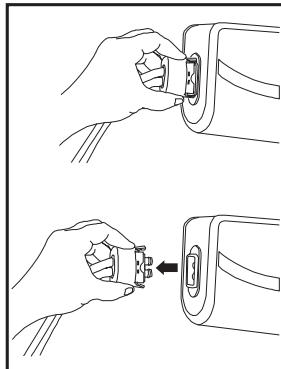

Abbildung 4 Schläuche trennen
2. Zum ebenen Ausrichten der Matratze trennen Sie die Schläuche von der Pumpe, wie rechts abgebildet (Abbildung 4).